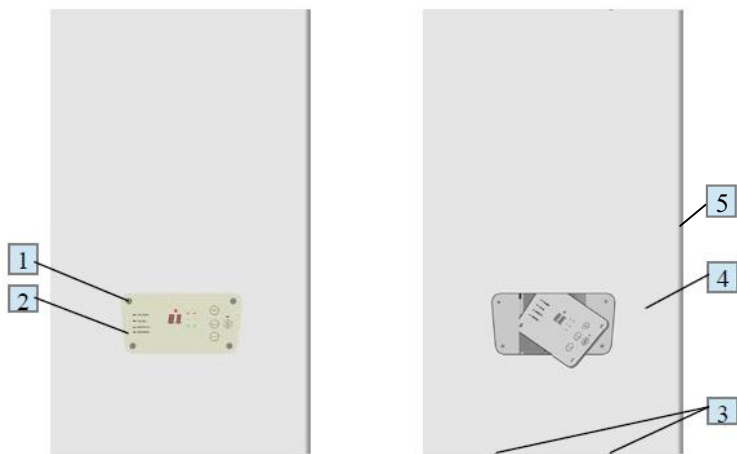

Рисунок 1.
Внешний вид изделия представлен на рис. 1.
- запрещается работа прибора при снятом кожухе (5) и панели лицевой (4) рис. 1.